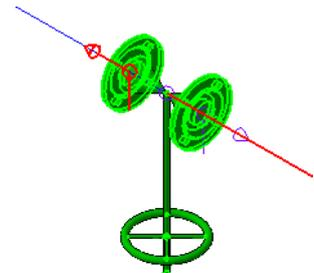

Рис. 4
4. Если требуется, нажмите кнопку **Сменить** на Панели свойств. В поле **Вариант** отображается текст **2 вариант из 2**. Задвижка меняет положение (рис. 4).